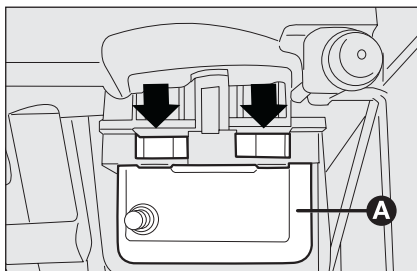

fig. 37
- ☐ actúe en los puntos indicados por las flechas y desmonte el plafón **A-fig. 37**;
- ☐ vuelva a introducir el plafón **A-fig. 37** en su alojamiento comprobando que quede bloqueado.